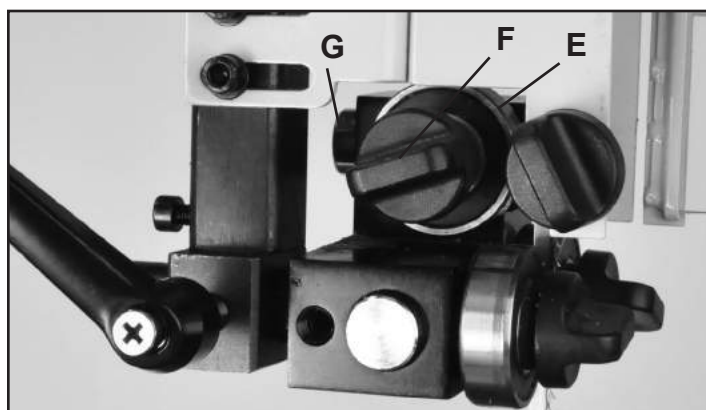

FIGURE 24
4. Ajustez le guide de roulement à l'arrière (Fig. 24, E) pour qu'il soit tout juste dégagé de l'arrière de la lame de scie. Relâchez la poignée de verrouillage du guide (#17C, F) et déplacez le guide arrière vers la lame en poussant l'extrémité de l'axe du guide arrière (#27C, G). Resserrez ensuite la poignée. Fig. 24.